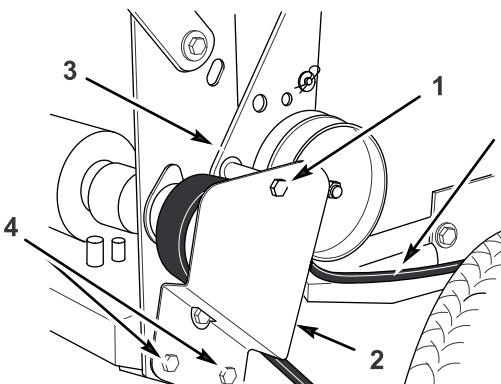

Figure 47
1. Enlevez le boulon de fixation supérieur du support et de la patte de la poulie de tension au bâti arrière (Figure 47).
2. Desserrez suffisamment les deux vis de fixation inférieures pour permettre à la courroie de passer entre la poulie d' entraînement et le support de la poulie de tension (Figure 47).
5. Montez la vis de fixation supérieure du support et de la patte de la poulie de tension au bâti arrière (Figure 47).
6. Serrez suffisamment les deux vis de fixation inférieures pour permettre à la courroie de passer entre la poulie d' entraînement et le support de la poulie de tension (Figure 47).